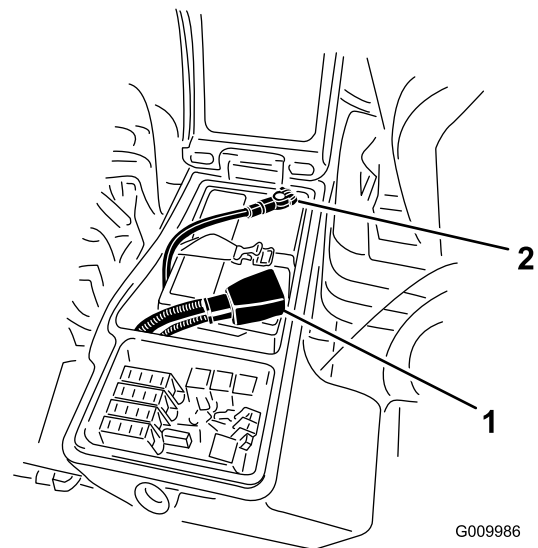

Bild 75
3. Klemmen Sie das Minuskabel (Schwarz) vom Minuspol (-) der Batterie und das Pluskabel (Rot) vom Pluspol (+) der Batterie ab (Bild 75).
6. Klemmen Sie das Pluskabel (Rot) am Pluspol (+) der Batterie und das Minuskabel (Schwarz) am Minuspol (-) der Batterie an (**Bild 75**).